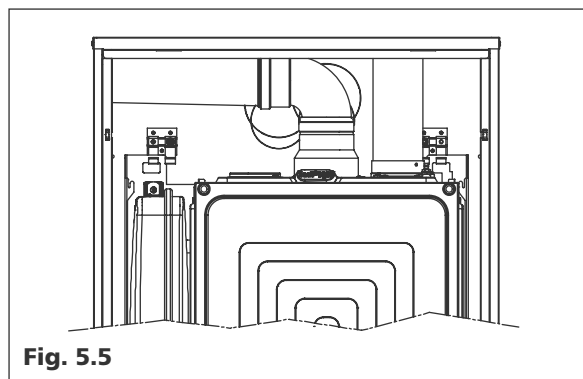

Fig. 5.5
**Scarichi sdoppiati Ø80 (Fig. 5.5)**